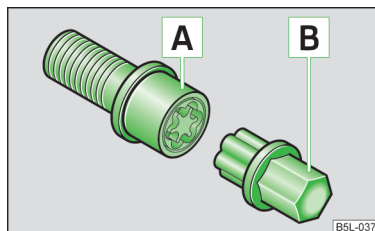

Fig. 143
- Introducir el adaptador » fig. 143 con su lado dentado hasta el tope en el dentado interior del tornillo de rueda antirrobo , de tal modo que ya sólo sobresalga el hexágono exterior.